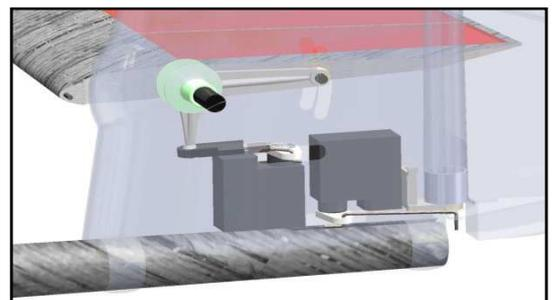

Рис.9 – Вклеенные сервомеханизмы в киль
5.3. Ошкурьте место установки сервомеханизмов и вклейте их в киль. Киль лучше зафиксировать только штырьком, как на Рис.9.